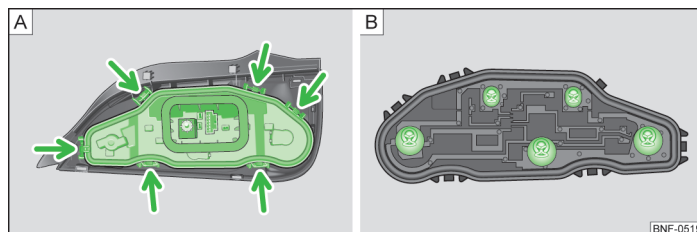

Fig. 132 Baglygte: udskiftning af pærer
- Frigør pæreholderen ved låsetapperne (pile) » Fig. 132 - [A], og tag pæreholderen ud af baglygten.
- Tryk den defekte pære ind i fatningen, drej den **mod** uret, og tag den ud » Fig. 132 - [B].